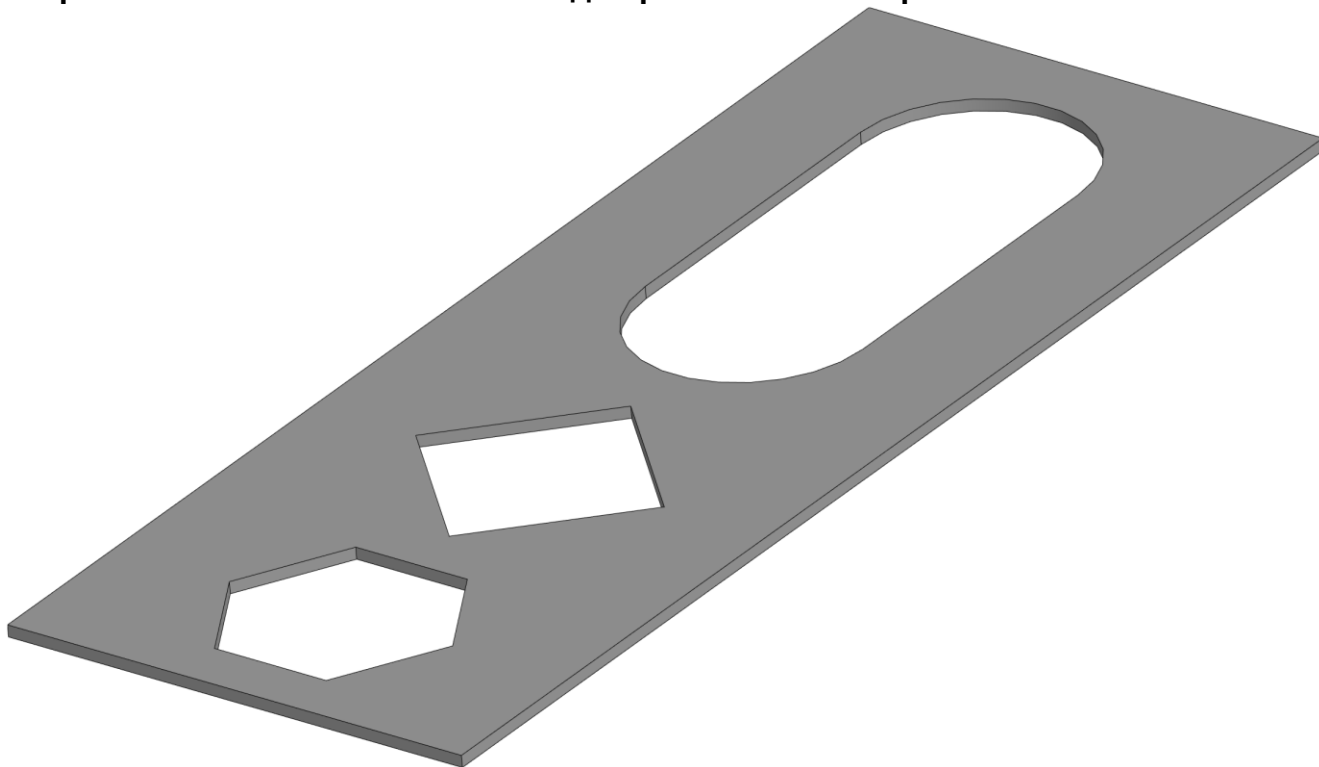

Рис. 1
1. Смоделируйте шаблон (рис. 1) в соответствующей программе.
9. Образец (рис. 1) используйте, как основу для построения, указанного в условиях предмета. Внешний вид изготовленного Вами изделия может несколько отличаться от представленного на образце, но должен полностью соответствовать вышеописанным условиям.